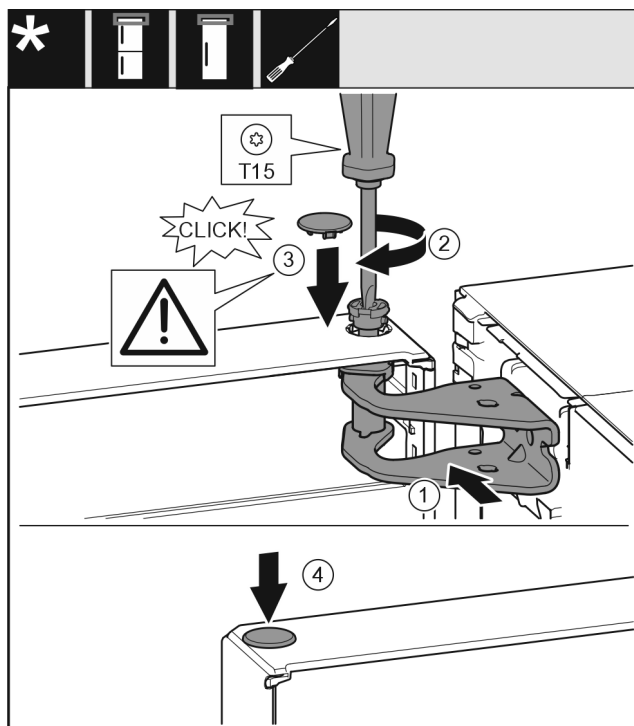

Fig. 21
- ▶ Dveře nahoře vyrovnejte s otvorem ve stojanu ložiska Fig. 21 (1).
- ▶ Vložte čep Fig. 21 (2) a pevně jej utáhněte šroubovákem.
- ▶ Nasadte kryt Fig. 21 (3) a pevně jej utáhněte šroubovákem.
- ▶ Zkontrolujte, zda kryt Fig. 21 (3) doléhá na dveře.
- ▶ Nasadte kryt Fig. 21 (4).